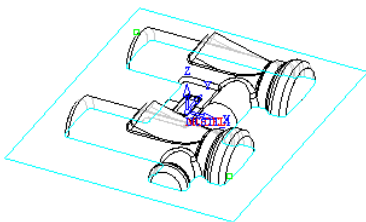

图 2-164 文件调入
1) 启动 Cimatron E9.0。启动 Cimatron E9.0，选择下拉菜单“文件”→“打开文件”命令，弹出“Cimatron Explorer”对话框，选择“exercise07nc.elt”（“随书光盘：\Chapter02\exercise07\uncompleted\exercise07nc.elt”）文件；单击 Load 按钮，完成文件调入，如图 2-164 所示。